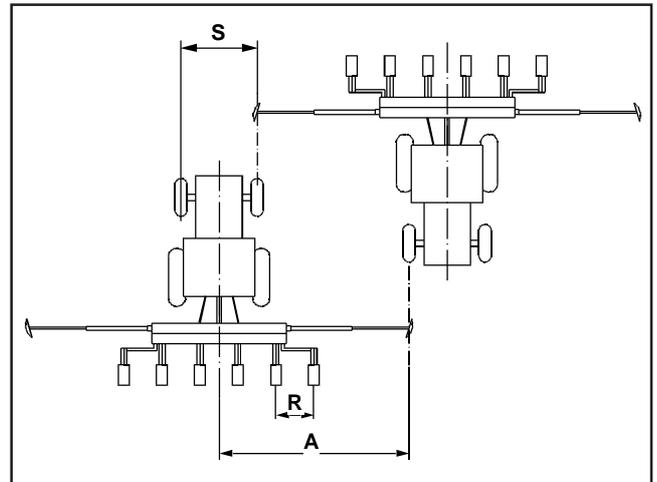

Fig. 5.9
a) Gemessen von der Maschinenmitte (Fig. 5.9)